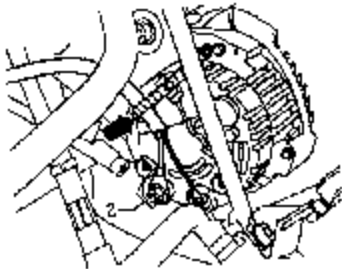

图 2-117 拆卸发电机端子
(1) 查取车载收音机防盗密码；关闭点火开关，断开蓄电池接地线；排放冷却液；拆卸多楔带；拆卸粘液型风扇及带轮；拆卸 V 形带，不必拆卸空调压缩机多楔带及扭矩反应器支架。
(2) 从发电机上断开接头 1（端子 60）和 2（端子 30），将线束从电缆中脱出，如图 2-117 所示。